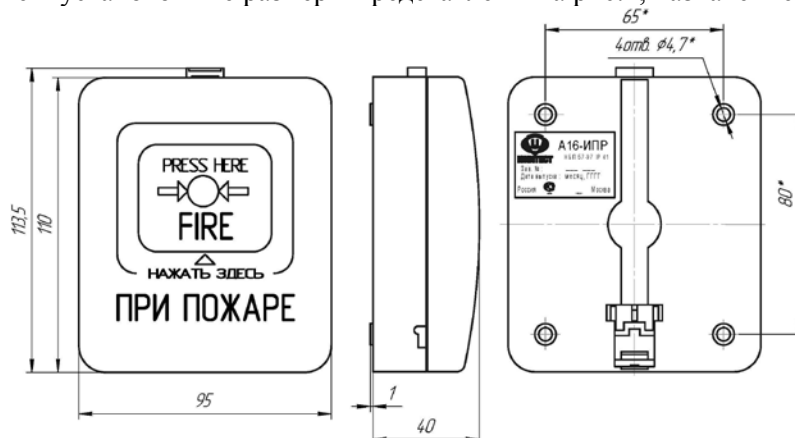
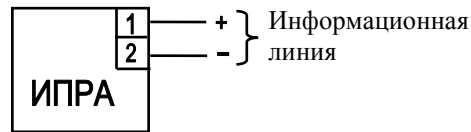

Рис.1. Габаритные и установочные размеры извещателя.
Рис. 2. Назначение клемм извещателя.
- 6.1.2. Габаритные и установочные размеры представлены на рис.1, назначение клемм на рис.2.